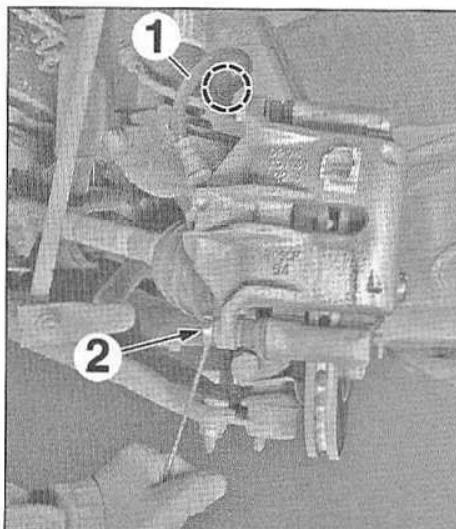
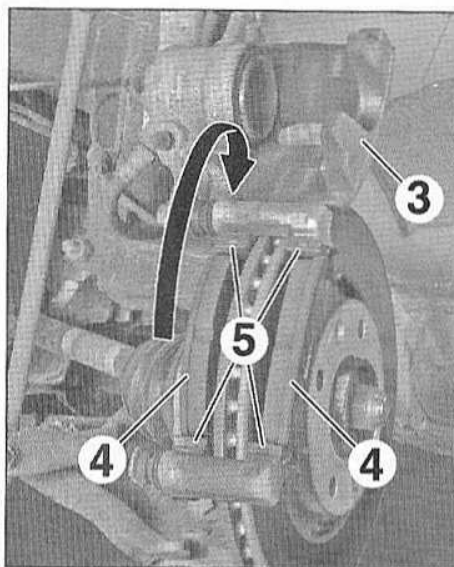

FIG.2
FIG.3
- Libérer le flexible de liquide de frein (1) de l'élément de suspension (Fig.2).
- Déposer la vis (2).
- Basculer l'étrier (3) vers le haut (Fig.3).
- les plaquettes de frein (4),
- les cales (5).